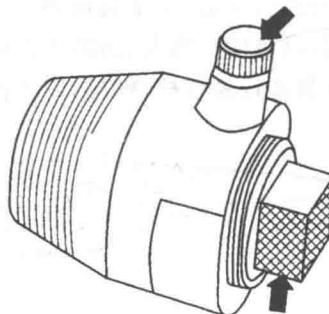

图 1-9 油封取出器
- (1) 功用:用于撬动旋转件或撬开结合面,也可用于工件的整形。
- (2) 使用方法:将其稳定地支撑于某一位置,加力使之旋转或撬起。
- (3) 使用注意事项。
- ① 不可代替铜棒使用。
- ② 不可用于软材质结合面。
8. 油封取出装置(如图 1-9)